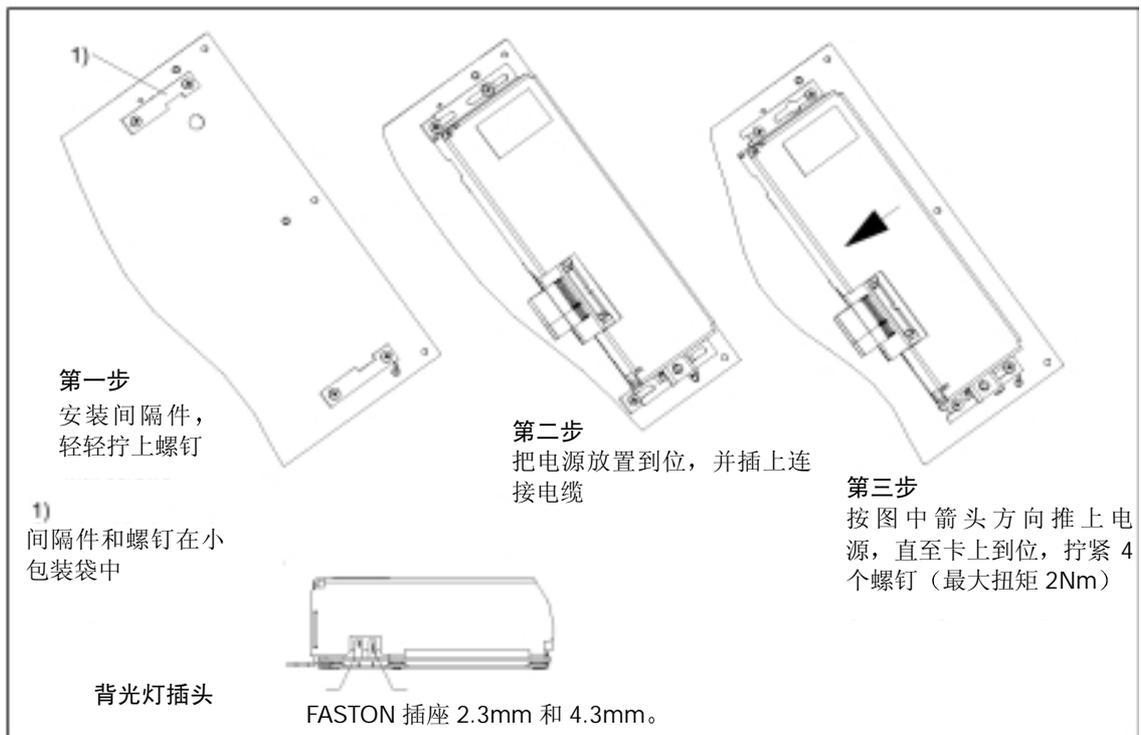

图 2-9 安装 24V/8A 电源
2. 安装 24V/8A 电源，如同图 2-9 所示（3 步）